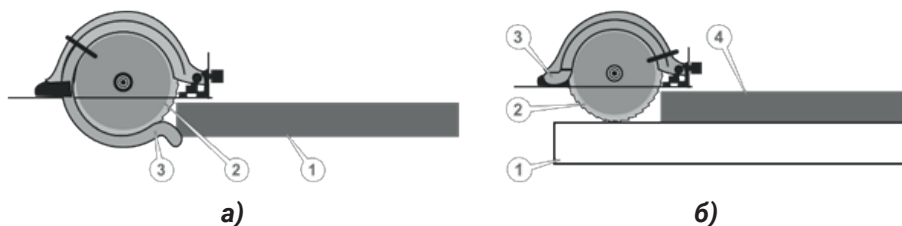

Рисунок 7. Робота циркулярною пилою
4) Якщо заготівля (4, рис. 7а) лежить на верстаті (1, рис. 7а), то циркулярний диск (2, рис. 7а) автоматично не відчиниться, оскільки рухомий захисний кожух (3, рис. 7а) буде заблоковано і циркулярний диск необхідно відкрити власноруч.
Щоб відкрити циркулярний диск, акуратно рукою посунути рухомий захисний кожух (3, рис. 7а) висувною ручкою важеля рухомого захисного кожуха (12, рис. 1).